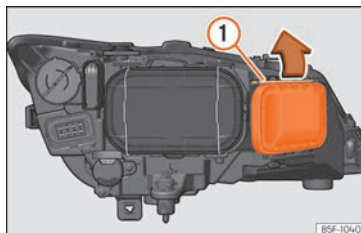

Abb. 109 Glühlampe für Blinklicht
- Die Strebe » **Abb. 109** ① in Pfeilrichtung verschieben und den Deckel abnehmen.